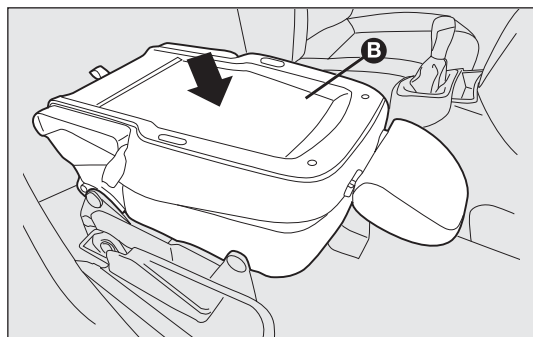

fig. 23
- ☐ a continuación, actúe en el respaldo B-fig. 23 pulsando hacia abajo: de esta manera, el asiento está completamente abatido sobre sí mismo en la posición de mesa ;